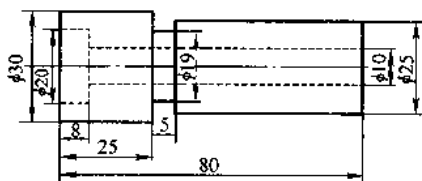

图 1—10 套筒
(1) 图样及分析, 如图 1—10 所示。
该零件属于套筒类零件, 从图 1—10 中可以看出, 该套筒所需要测量的尺寸有以下几个: 外径 $\phi 30$ mm、